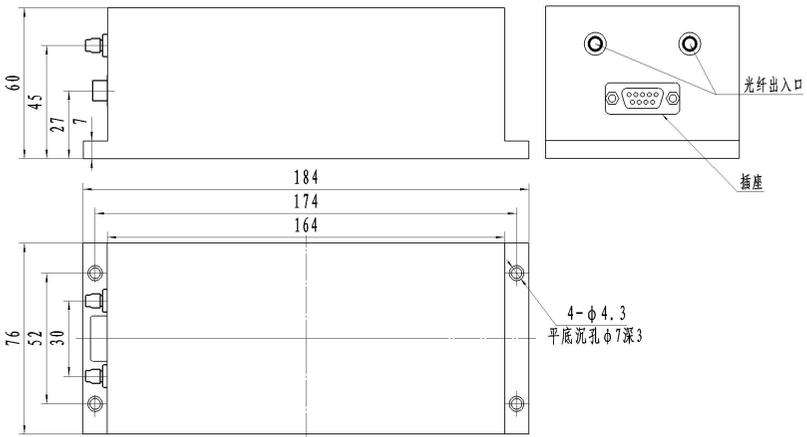
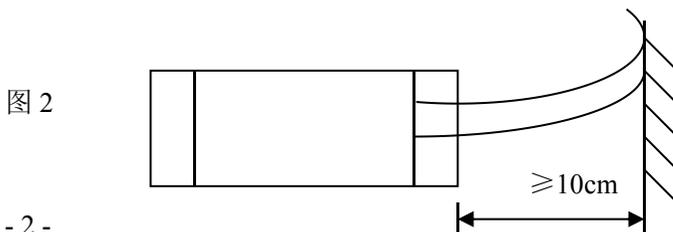

图 1
图 2
模块的外形图见图 1，安装光开关模块时，光纤不得过度弯曲（可参考图 2），以免影响光开关模块的性能指标。
3. 控制接口的详细管脚定义及模块安装请参考表 1 和图 2，确保连线正确。在确定连线无误后，再加电操作。